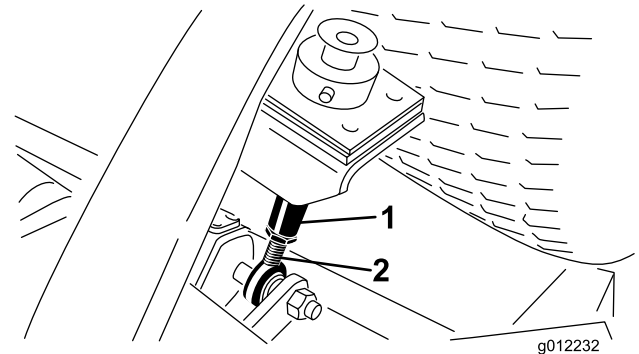

Figura 17
6. Allentate i controdadi sulla parte inferiore delle aste dell'altezza di taglio (Figura 17).